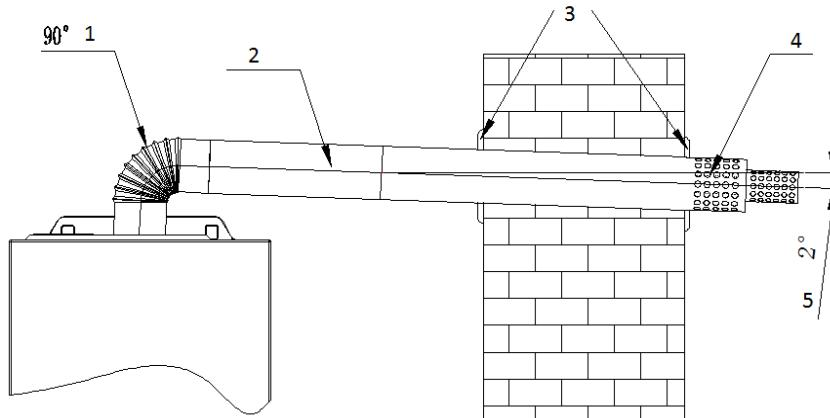

Рис. 15
В зависимости от фактического места установки котла можно столкнуться с ситуацией, когда длины трубы дымоотвода будет недостаточно для монтажа, или же необходим дополнительный поворот на  $90^{\circ}$ , тогда возможно, основываясь на фактической потребности, заказать удлинение трубы или дополнительные отводы  $90^{\circ}$ , смотри рис. 15.
Общая составная длина (с учетом возможных поворотов на 90°) прямой трубы коаксиального дымо-/воздуховода (считая сразу же от отвода 90° после выхода из котла) **не должна превышать 3 м (см. рис. 15)**, при этом каждый дополнительный отвод 90° равнозначен увеличению длины трубы коаксиального дымо-/воздуховода на 1 м.
Раздельная система дымоходов и воздуховодов диаметром 80мм часто применяется в случаях монтажа, когда невозможно использование коаксиальной системы дымо-/воздуховода типа «труба в трубе» из-за превышения максимально допустимой длины, или при поквартирном отоплении многоэтажных домов в случае необходимости подсоединения к различным вертикальным коллективным (идущим через несколько этажей) каналам дымохода и воздухозабора (см. схемы на рис. 15а).
**ВНИМАНИЕ!** Общая составная длина (с учетом возможных поворотов на 90° и 45°) труб дымохода и воздуховода (считая сразу же от отвода 90° после выхода из котла) не должна превышать максимальных расстояний, указанных на рис. 15а, при этом каждый дополнительный отвод 90° равнозначен увеличению длины трубы дымохода или воздуховода на 0,5 м, а каждый дополнительный отвод 45° равнозначен увеличению длины трубы дымохода или воздуховода на 0,5 м.
Обзор возможных вариантов подключения котла к различным исполнениям и типам дымо-/воздуховодных систем приведен на рис.15а.
Рис. 15а.